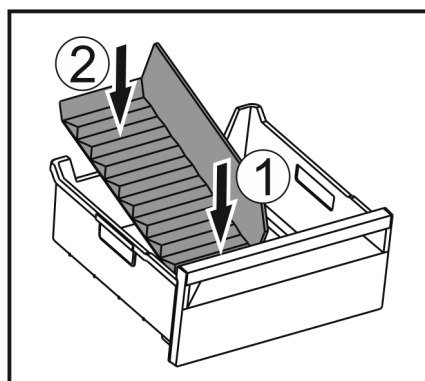

Fig. 221
- Vorderen Teil des Eisfach-Trenners einsetzen. Fig. 221 (1)
- Hinteren Teil des Eisfach-Trenners bis zum Schubfachboden absenken. Fig. 221 (2)